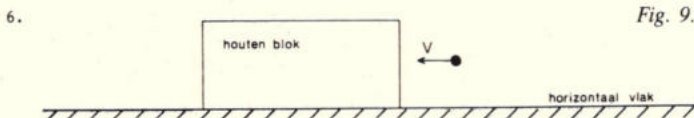

Fig. 9.
6. Een kogeltje met een verwaarloosbare massa treft met grote snelheid een stilliggend houten blok van 3 kg . (zie fig. 9) Het kogeltje dringt in het blok dat daardoor 225 cm over een horizontaal vlak glijdt. De wrijvingscoëfficiënt van het blok op het vlak is $0,20$. Bepaal de bewegingsenergie die het kogeltje aan het blok heeft medegedeeld.